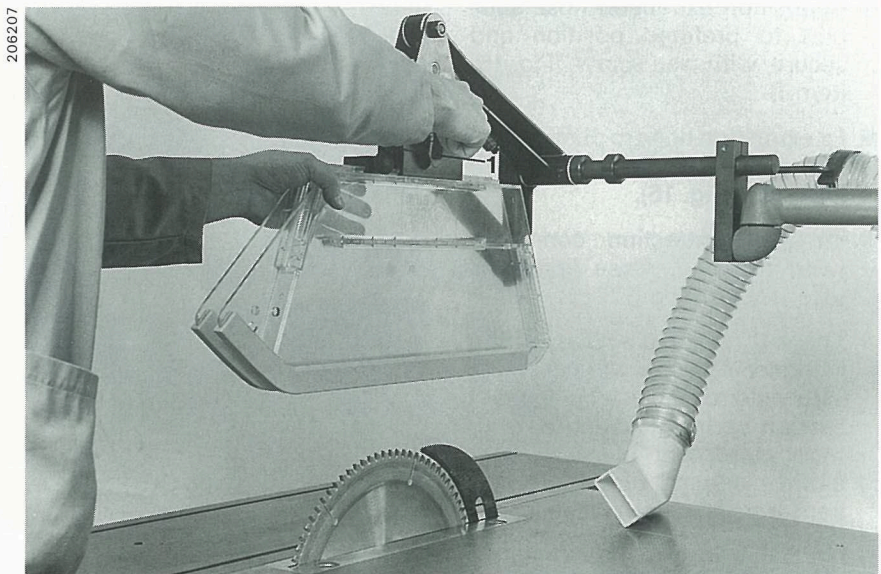

Bild 21 / Figure 21
- Den Entriegelungshebel (Bild 21, Pos. 1) betätigen und die Schutzhaube nach vorne wegziehen.
- Actionner le levier de déblocage (figure 21, pos. 1) et tirer la cape vers l'avant.
- Operate release lever (Fig. 21, item 1) and pull safety guard forward and out.